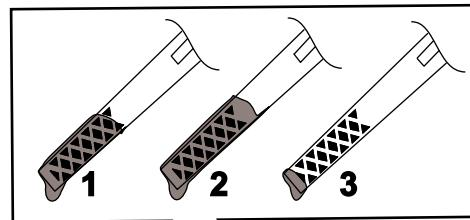

Figure 11
5. Sortez de nouveau la jauge et vérifiez le niveau d'huile; voir Figure 11.
2. Retirez la jauge (Figure 11).